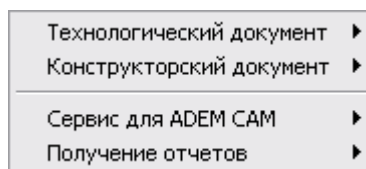

Рис. 8. Меню выбора варианта оформления документации.
4. В меню выбора выберите **Технологический документ** (см. Рис. 8);